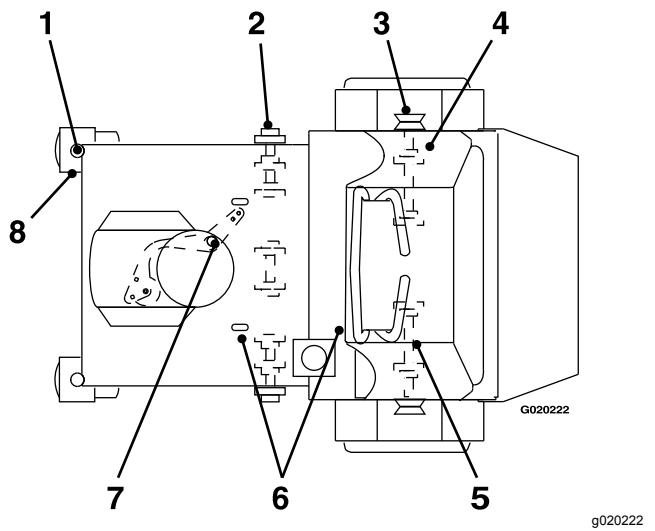

Figure 31
2. Essuyez les graisseurs avec un chiffon propre (Figure 31).
3. Raccordez une pompe à graisse aux graisseurs (Figure 31).